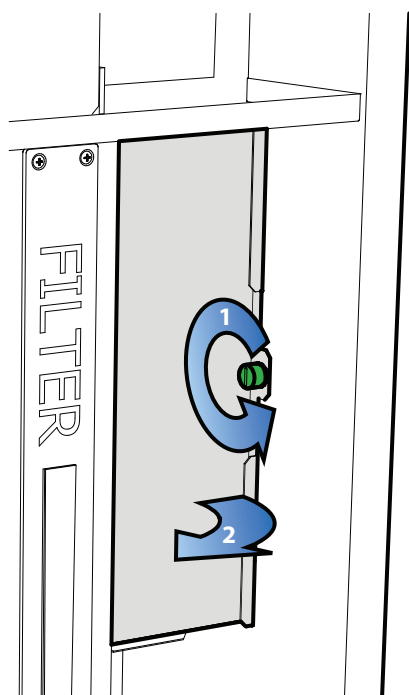

Fig. 13
2. Træk den elektriske lynkontakt til motoren ud (se Fig. 13).